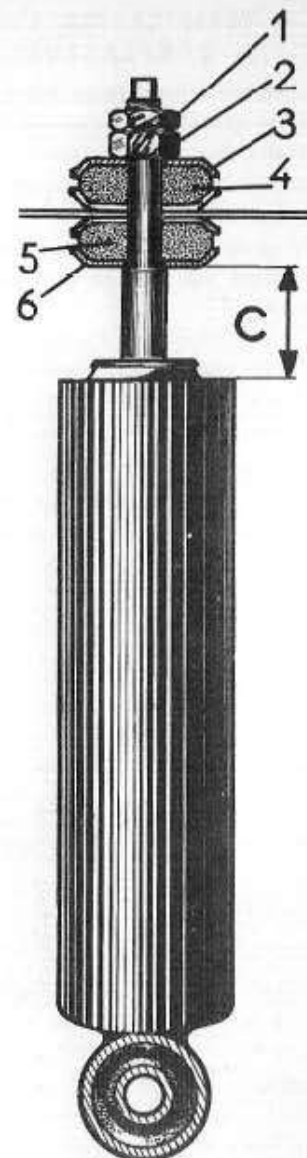

Fig. 25
- 2) Placer un cric sous le boîtier de l'essieu, du côté intéressé, et soulever l'essieu à la demande. Par l'intérieur du coffre, déposer le contre-écrou (1) et l'écrou (2). Dégager la coupelle supérieure (3) et le caoutchouc (4).
- 3) Déposer l'écrou (8), les deux rondelles, puis chasser la vis (7) d'axe inférieur d'amortisseur. Dégager l'amortisseur muni de la coupelle inférieure (6) et du caoutchouc (5).
- 4) **Contrôle individuel de l'amortisseur** (Fig. 25)